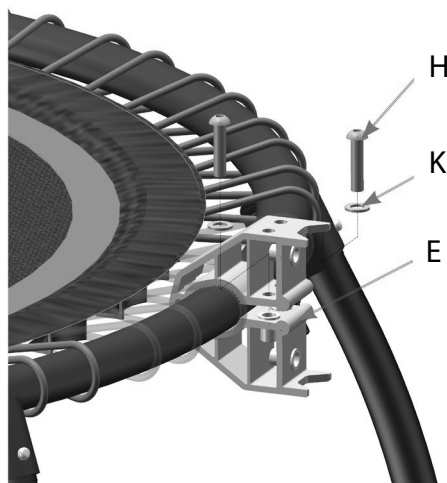

Abb. 2
2. Um die Klemme für die Haltestange (E) zu befestigen, verwenden Sie jeweils zwei Inbusschrauben (H) und Unterlegscheiben (K) (siehe Abb. 2). Ziehen Sie die Schrauben mit dem Inbusschlüssel (O) fest.